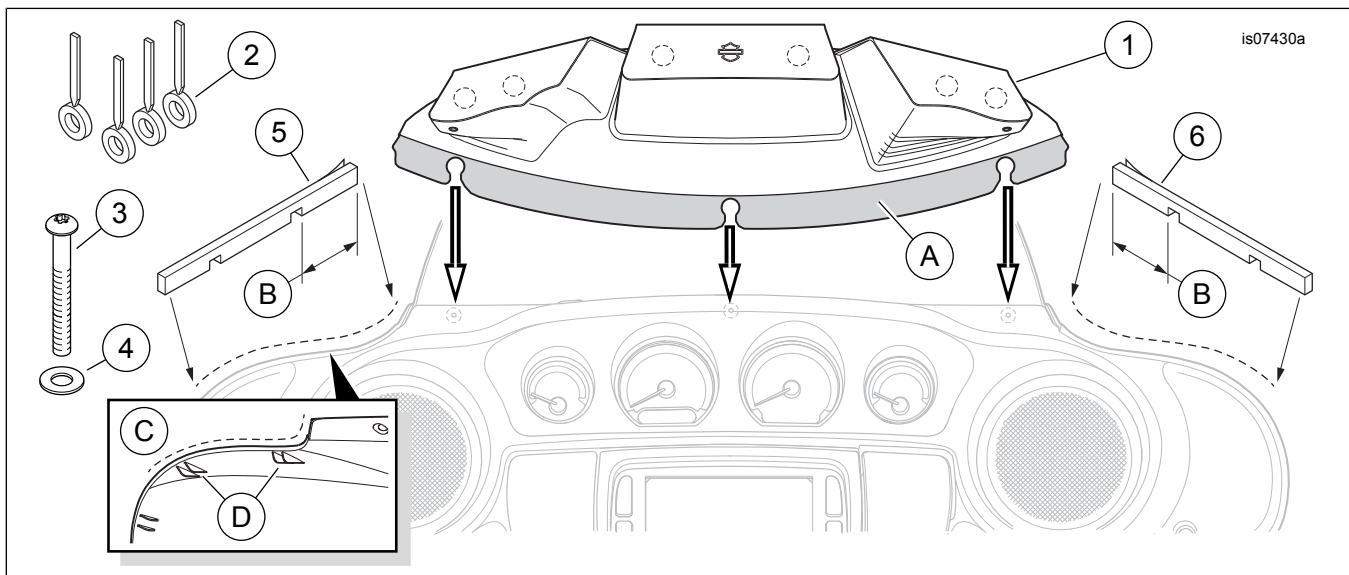

Figura 3. Piezas de servicio, Bolsa de fuselaje con bolsillos múltiples
Vea Figura 3 y Tabla 1.
- a. Quite cuatro tornillos (2) que sujetan el fuselaje exterior al fuselaje interior. Extraiga el parabrisas. Extraiga el fuselaje exterior.
- b. Vea Figura 3. Limpie los bordes internos en cada extremo del fuselaje **exterior** en el área de las líneas discontinuas con una mezcla 50-50 de alcohol isopropílico y agua destilada. Deje secar completamente.
- c. Compruebe que los sellos van con el fuselaje antes de la instalación. No quite la cinta protectora hasta que esté listo para aplicar los sellos. Los sellos de espuma (5 y 6) son específicos para cada lado. Las muescas **no** están centradas sobre los sellos. El extremo de un segmento mide 64 mm (2.5 in) de largo, es ligeramente más largo que el extremo opuesto. Cuando se lo coloca en el fuselaje exterior, las muescas miran hacia abajo, posicionadas sobre los dos dispositivos de alineación (D) más cercanos al centro del fuselaje (vea el cuadro C). Los extremos de segmentos más largos se colocan hacia el centro del fuselaje.
3. Tome el **nuevo** tornillo largo (3) y la **nueva** arandela (4) del kit. Coloque la arandela en las roscas del tornillo. Inserte el tornillo en el agujero de montaje central superior. Enrosque el tornillo en el agujero roscado de montaje central del parabrisas del fuselaje interior, pero no lo ajuste.
4. Tome **uno** de los tornillos de montaje del parabrisas del equipo original (OE) más cortos que quitó antes. Enrosque el tornillo en un agujero de montaje de un lado del parabrisas.
5. Vea Figura 3. Deslice la parte inferior (A, se muestra sombreada) de la bolsa del fuselaje (1) entre los fuselajes interior y exterior. Ubique la muesca central y la muesca de un lado sobre los tornillos. Deslice el parabrisas hacia abajo entre el fuselaje **exterior** y la bolsa del fuselaje.